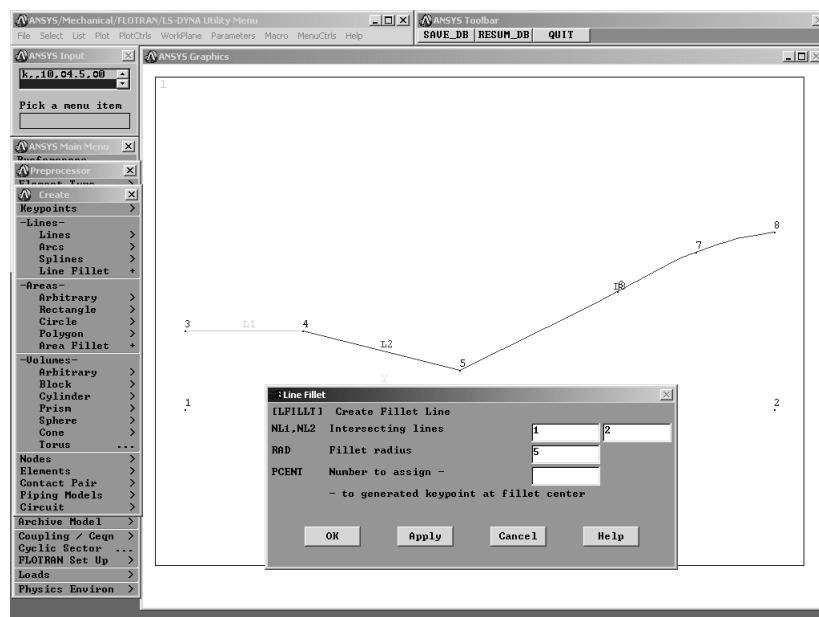

Рис. 5.6. Построение скруглений
5) Выполнить сопряжение линий (см. рис. 5.6):